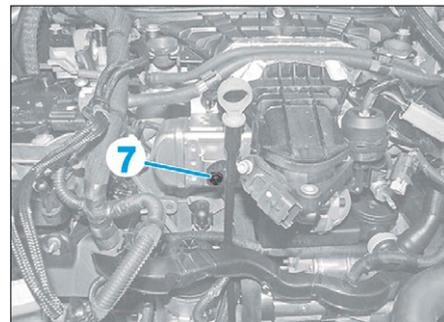

FIG. 19
- la vis de fixation du guide jauge (7) (Fig.19),